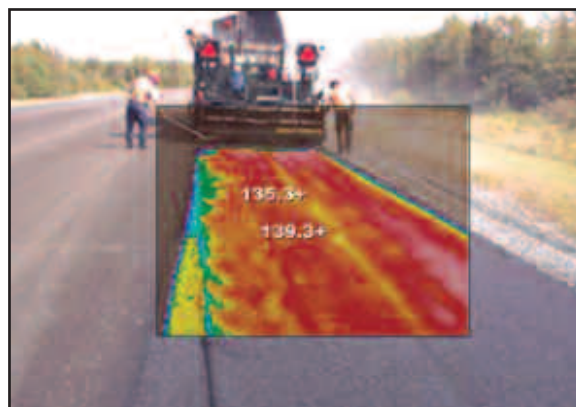

Figure 1 : Exemple de ségrégation thermique longitudinale.
3. Il ne doit pas y avoir la présence de ségrégation thermique longitudinale (figure 1).